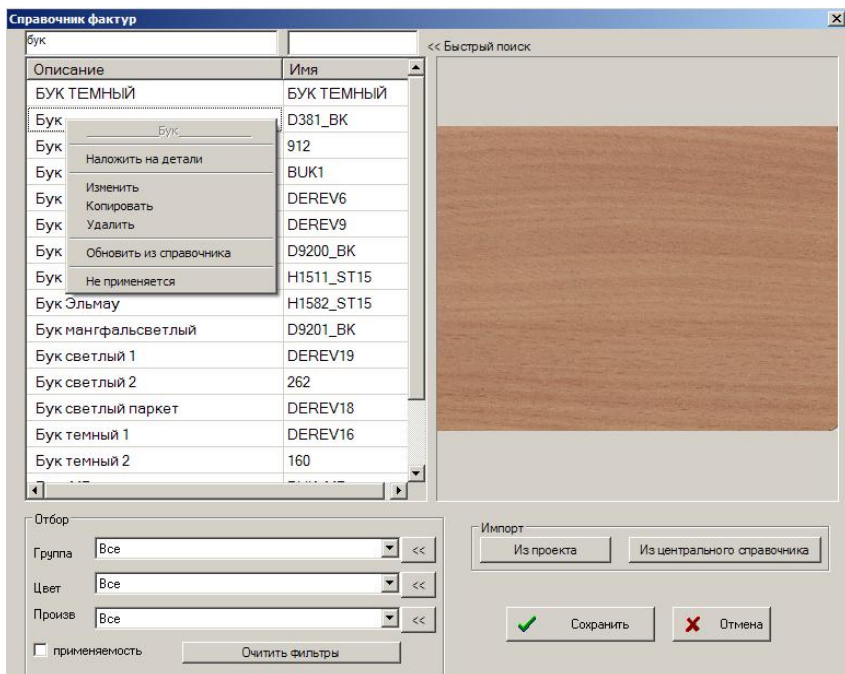
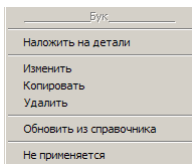
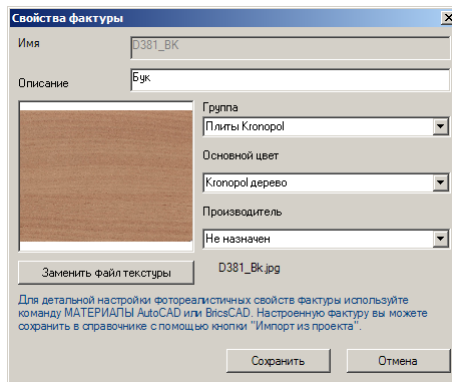

Рис. 11.73 Справочник фактур
Рис. 11.75 Падающее меню в справочнике фактур
Рис. 11.76 Свойства фактуры
Активный переключатель **“Применяемость”** скрывает в справочнике все фактуры с активным свойством **“Не применяется”**. Данное свойство устанавливается для фактуры через падающее меню, открывающееся двойным щелчком левой клавиши мышки по записи в справочнике, см. рис. 11.73, стр. 484.
Двойной щелчок левой клавиши мышки по записи в справочнике фактур открывает падающее меню, см. рис. 11.73, стр. 484 и рис. 11.75.
“Изменить”– редактирует некоторые свойства фактуры (позволяет быстро создать семейство однотипных фактур) см. рис. 11.76, стр. 487.
“Не применяется”– устанавливает свойство фактуры “не применяется”. Фактуры с установленным свойством будут скрыты в справочнике при активной настройке “применимость”, см. рис. 11.73, стр. 484.
Диалоговое окно свойства фактуры (рис. 11.76, стр. 487) открывается из справочника фактур при выборе **“Изменить”** в падающем меню (рис. 11.73, стр. 484).
“Группа”– идентификатор группа. Позволяет отобразить в справочнике все фактуры одной группы. Список строк группы настраивается в диалоговом окне рис. 11.73, стр. 484, кнопка «<<»
“Основной цвет”– идентификатор цвет. Позволяет отобразить в справочнике все фактуры одного цвета. Список цветов настраивается в диалоговом окне рис. 11.73, стр. 484, кнопка «<<».
“Производитель”– идентификатор производитель. Позволяет отобразить в справочнике все фактуры одного производителя. Список производителей настраивается в диалоговом окне рис. 11.73, стр. 484, кнопка «<<».
- активируйте справочник фактур 3D-Constructor (**Базы >> Справочник фактур**), импортируйте отредактированную фактуру в справочник фактур, кнопка “Импорт/Из проекта”, см рис. 11.73, стр. 484.